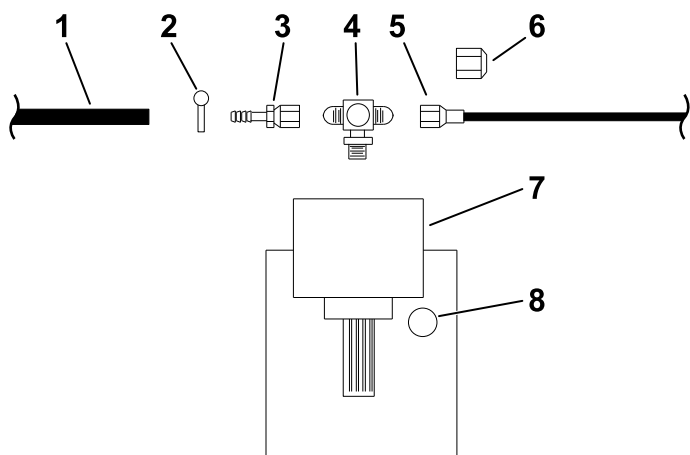

Рисунок 19
1. Установите тройник на механизм отбора мощности (PTO) автомобиля (Рисунок 19).
2. Наденьте шланговый хомут на шланг возврата от фильтра (Рисунок 19).
3. Вставьте штуцер типа «елочка» (№ по каталогу 01-201-4500) в шланг возврата от фильтра (Рисунок 19).
4. Используйте шланговый хомут, чтобы закрепить штуцер типа «елочка» (№ по каталогу 01-201-4500) на шланге возврата от фильтра (Рисунок 19).
5. Подсоедините гидравлический шланг (№ по каталогу 01-312-5610) к тройнику (№ по каталогу 01-201-4510), как показано на Рисунок 19.